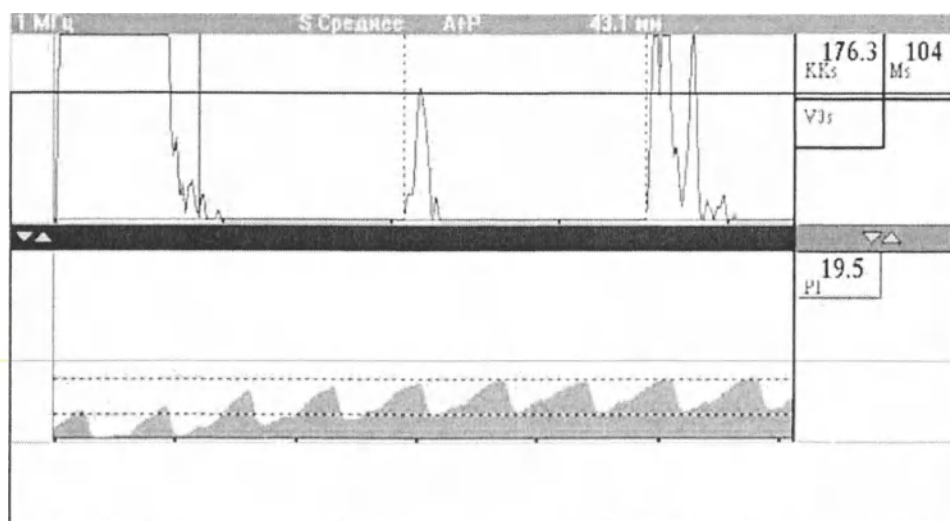

Рис. 6.10. Окно пульсограммы в режиме **A+P** с установленными маркерами
4. Установите его аналогично на нижней границе пульсограммы. После расстановки маркеров в ячейке появится значение параметра **PI**. На рис. 6.10 приведено окно пульсограммы с установленными маркерами.